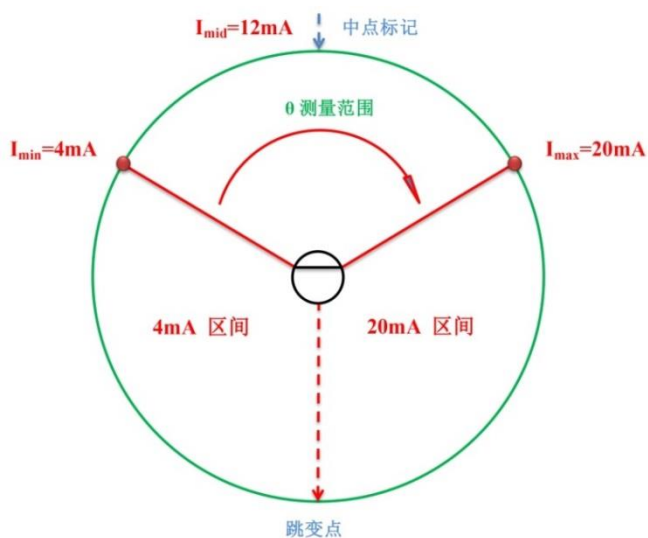
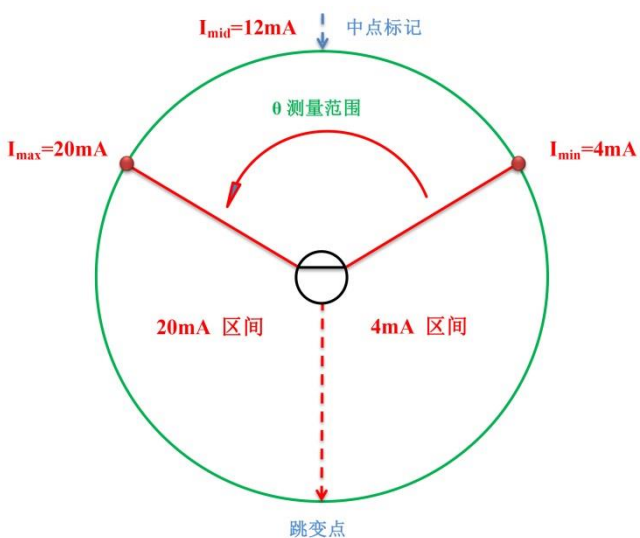

图 3 角度测量区域
图 4 角度测量区域
角度测量区间如图 3、图 4 所示，其说明如下：
- 1)  $\theta$  对应于测量角度区间，图 3 为顺时针增大，图 4 为逆时针增大；